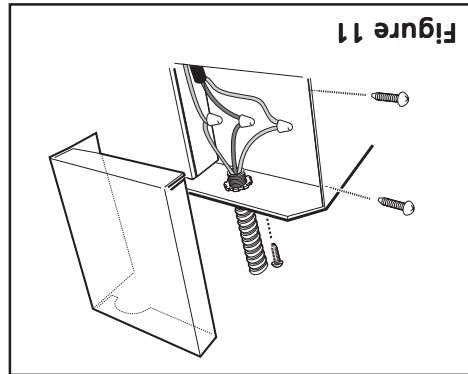

Figure 11
18. Retirer le couvercle de la boîte des connexions électriques, comme illustré dans la Figure 11.
21. Connecter le fil noir du panneau de commandes au fil noir ou rouge de la boîte des connexions électriques, le fil blanc au fil blanc et le fil vert au fil vert/jaune (Figure 11).